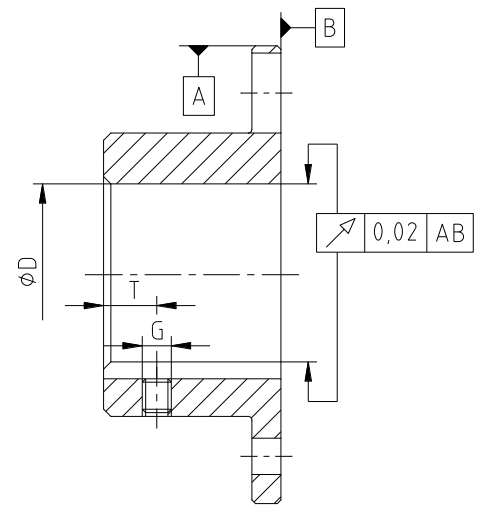

Bild 16: Rund- och plangångsnoggrannhet
- Om kunden själv utför flänsnavborrningen måste rund- resp. plangångsnoggrannheten (se bild 16) säkerställas.